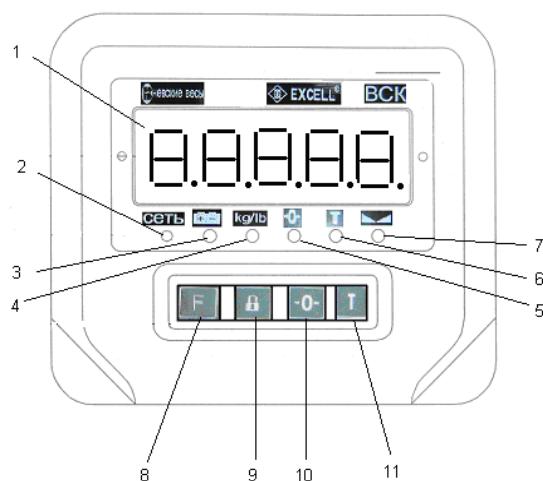

Рисунок 1
2.4.1 Расположение кнопок и индикаторов показано на рис. 1.